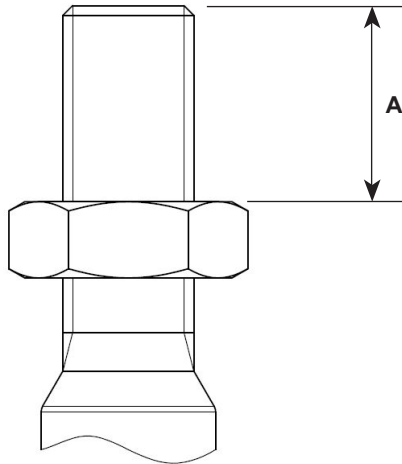

Fig 3. Draad inschroefafmeting
- Stel de borgmoer van de klepstang in op de juiste inschroefafmeting "A" (Afbeelding 3 en Tabellen op pagina 14 en 15) voor de betreffende combinatie van klep en actuator.